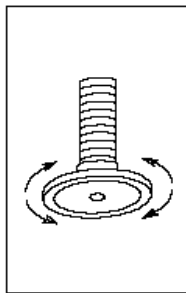

Fig. 1
- В) Оборудование должно быть установлено на ровной поверхности и отрегулировано на нужную высоту (Рис. 1).